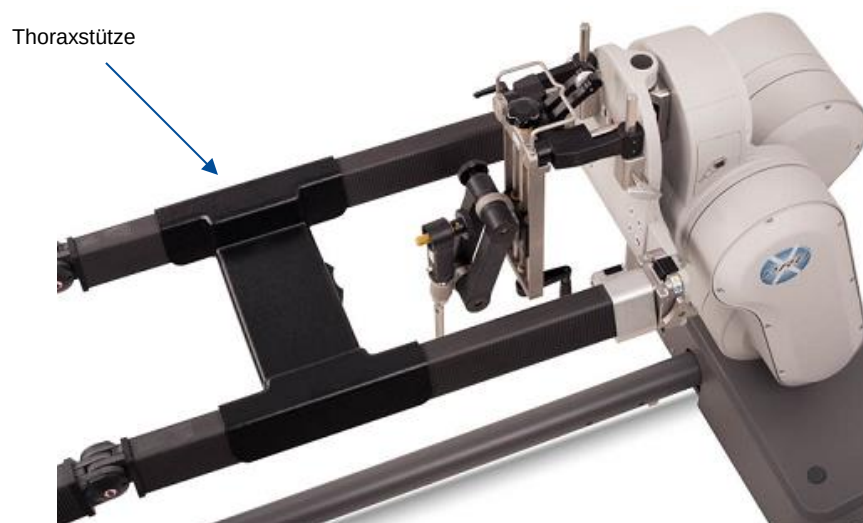

Abbildung 93: Auf dem ProAxis®-Rahmen installierte HWS-Thoraxstütze
10. Zum Montieren der HWS-Thoraxstütze die Velcro®-Klettverschlüsse an beiden Seiten lösen und die HWS-Thoraxstütze an der gewünschten Stelle über den Rahmenschienen ausrichten. Die Thoraxstütze über den Rahmen schieben, bis sie auf dem Rahmen sitzt und mit den Velcro®-Klettverschlussgurten fixieren (Abbildung 93).